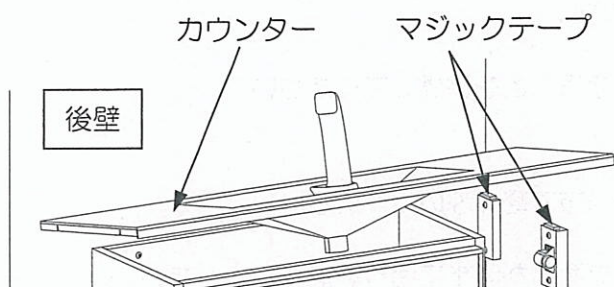

図9-6
- (5) カウンター受け上面のマジックテープに付いている離型フィルムをはがした後、カウンターを後壁に押し当てながらキャビネットの上に設置してください。また、設置後はカウンター両端を上から押さえてマジックテープを十分に付けてください。(図9-6)
(3) カウンター受け上面のマジックテープに付いている離型フィルムをはがした後、カウンターを後壁に押し当てながらキャビネットの上に設置してください。また、設置後はカウンター両端を上から押さえてマジックテープを十分に付けてください。(図9-6に準ずる)